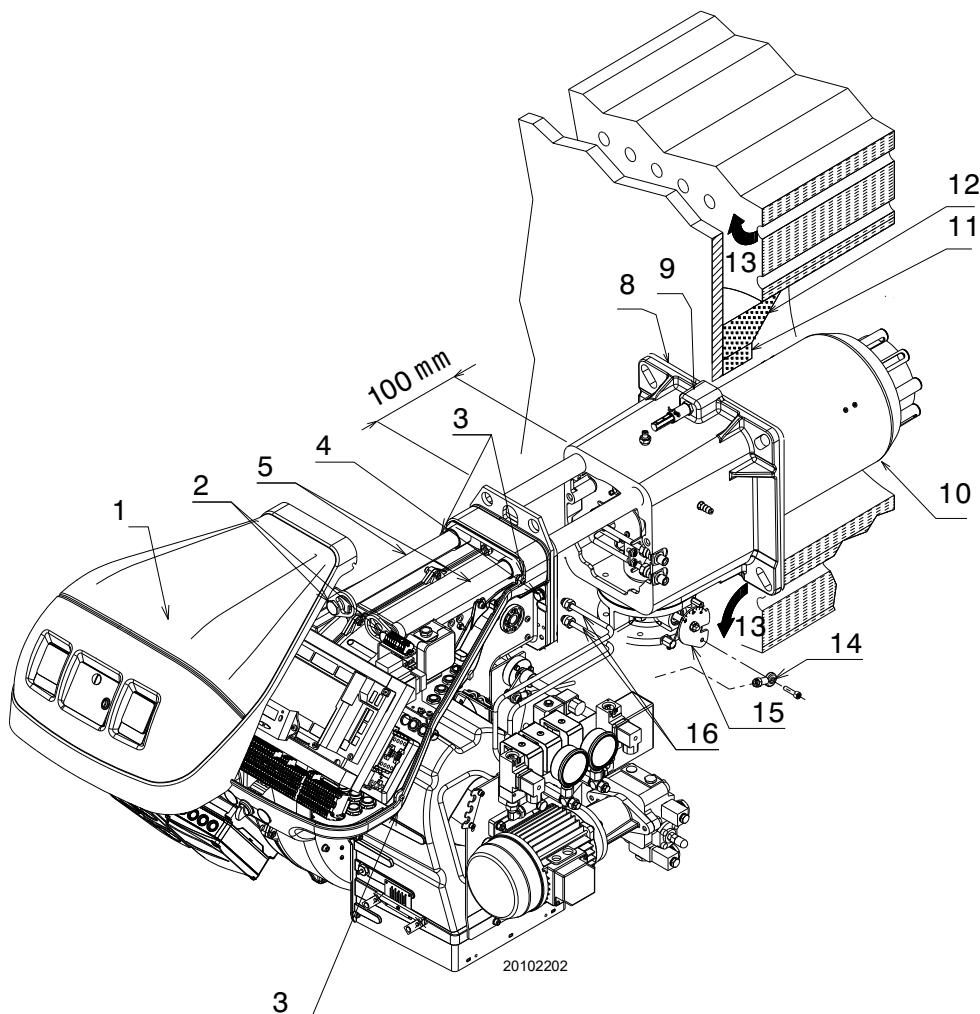

Fig. 16
Pour les chaudières avec circulation des fumées sur l'avant 13)(Fig. 16), ou avec chambre à inversion de flamme, réaliser une protection en matériau réfractaire 11), entre le réfractaire de la chaudière 12) et l'embout 10).
Séparer ensuite la tête de combustion du reste du brûleur (Fig. 16). Pour ce faire, agir comme suit:
- remonter le brûleur sur les glissières 3) à 100 mm environ du manchon 4), brûleur dans la position illustrée dans la Fig. 16;